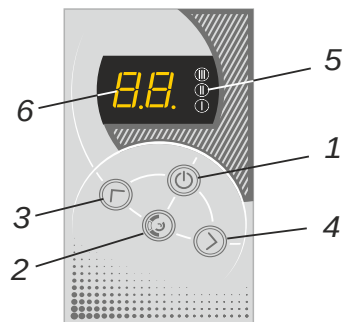

Рисунок 3
- котла (1) в теплоизоляции с входным (2) и выходным (3) патрубками G 1 $\frac{1}{4}$  и трубчатыми электронагревателями (ТЭН) (4) с трубками из нержавеющей стали ;
- задней панели (5) с установленными на ней зажимом винтовым (6) для подключения сетевого кабеля и зажимом (7) для защитного проводника PE;
- зажим винтовой для подключения циркуляционного насоса и датчика температуры воздуха (8);
- контактор (9) для аварийного отключения ТЭН (для W-7,5-12);
- блока управления (10) с мембранной клавиатурой и шлейфом (12);
- предохранителя (11) цепи подключения циркуляционного насоса.
4.3 Для управления прибором используется мембранная клавиатура (рисунок 3). Для включения прибора необходимо нажать клавишу включения (1). При этом загорится цифровой индикатор (6), где высветится заданная температура теплоносителя (температура уставки) в режиме моргания. По прошествии 5 секунд индикатор отобразит текущую температуру теплоносителя в режиме постоянного свечения.